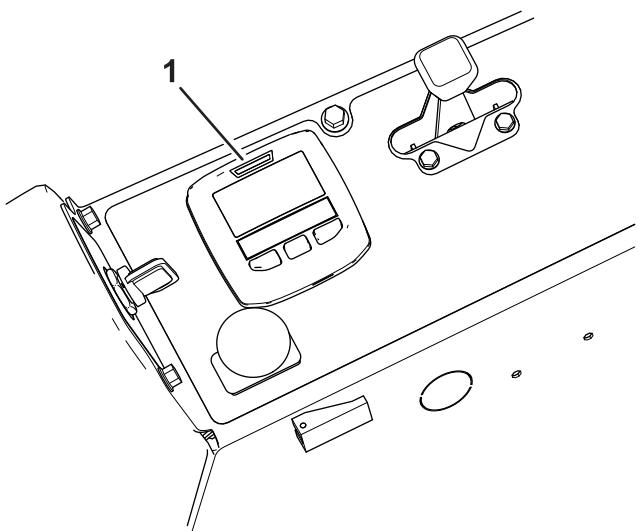

Рисунок 12
B. Светодиодный индикатор Инфоцентра (Рисунок 12):
Примечание: Светодиодный индикатор в верхней части экрана дисплея (Рисунок 12) мигает во время выполнения калибровки датчика.
Световой индикатор и звуковой сигнал показывают степень крутизны уклона (Рисунок 12):